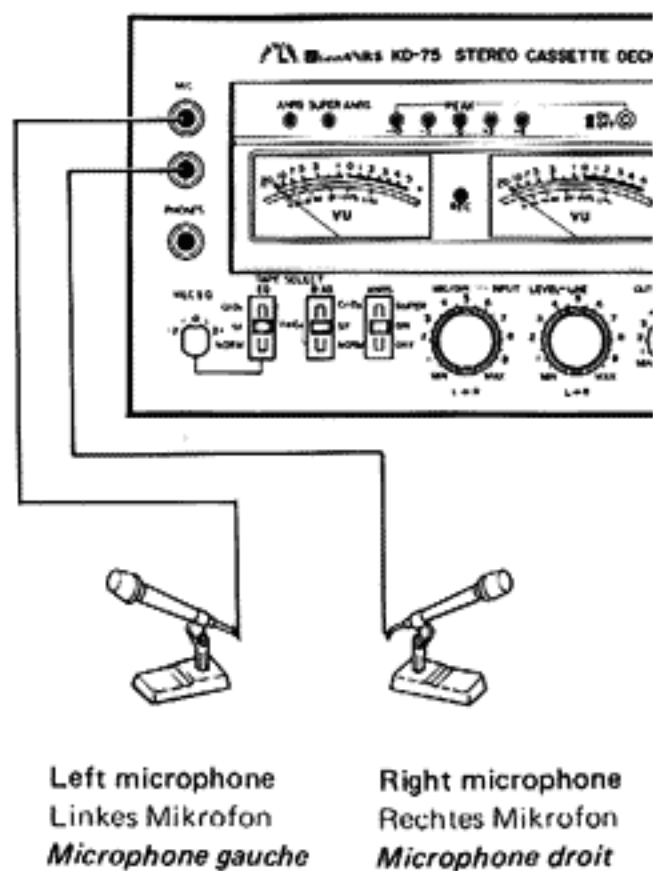

Fig. 7
- *Connect 600 ohms – 2 kohms microphones as shown in Fig. 7.
- *Verwenden Sie Mikrofone mit einer Impedanz von 600 Ohm – 2 kOhm und schließen Sie sie wie in Fig. 7 gezeigt an.
- *Branchez des microphones de 600 ohms – 2 kohms comme montré dans la figure 7.